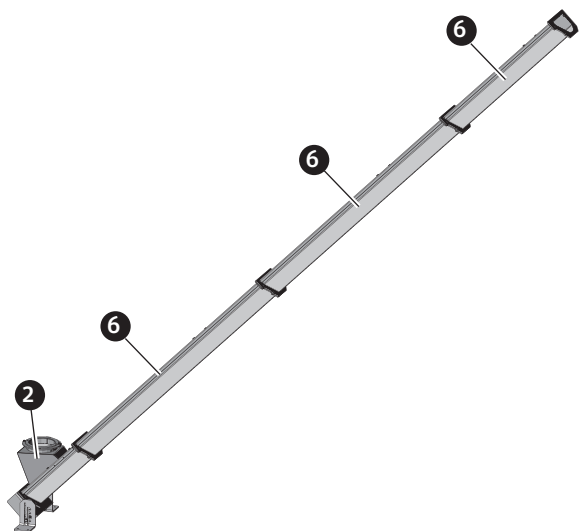

Fig. 145 Coclea verticale/intermedia di trasferimento [2] ed estensioni della coclea [6] assemblate
- Dopo aver ingrassato i raccordi alla coclea, assemblare la coclea verticale/intermedia di trasferimento [2] e le estensioni della coclea [6] (vedere anche le istruzioni di montaggio ai punti 13.8.3 e 13.8.4) – Fig. 145.